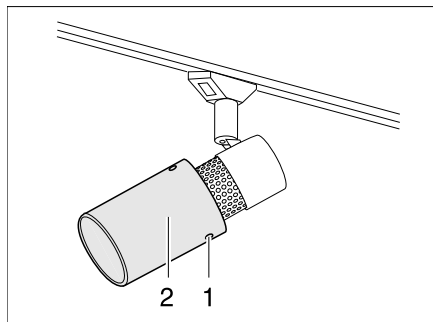

Bild 175 Halogenspotleuchte (verschiebbar)
- Befestigungsschrauben (Bild 175,1) lösen.
- Lampenkelch (Bild 175,2) vorsichtig von der Halterung abziehen.